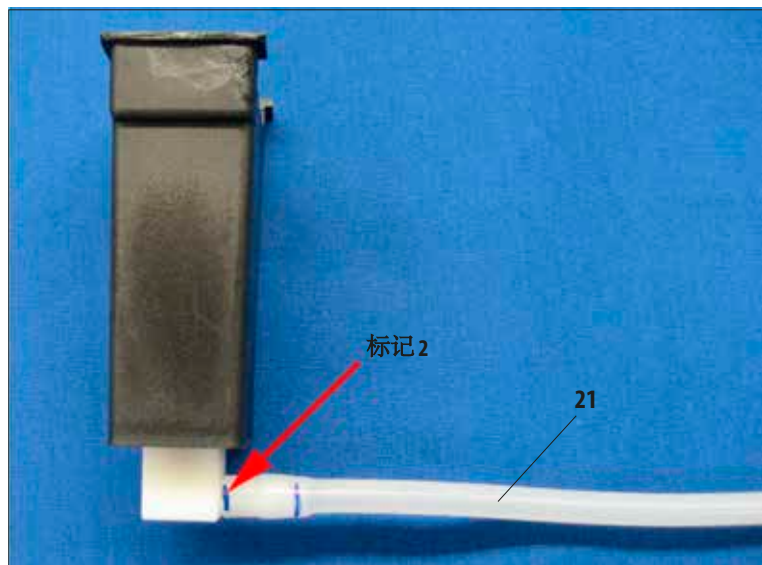

图 26
- 然后扭动软管(21)将其完全推入到接头中, 直到与接头侧表面靠紧为止(图 26)。